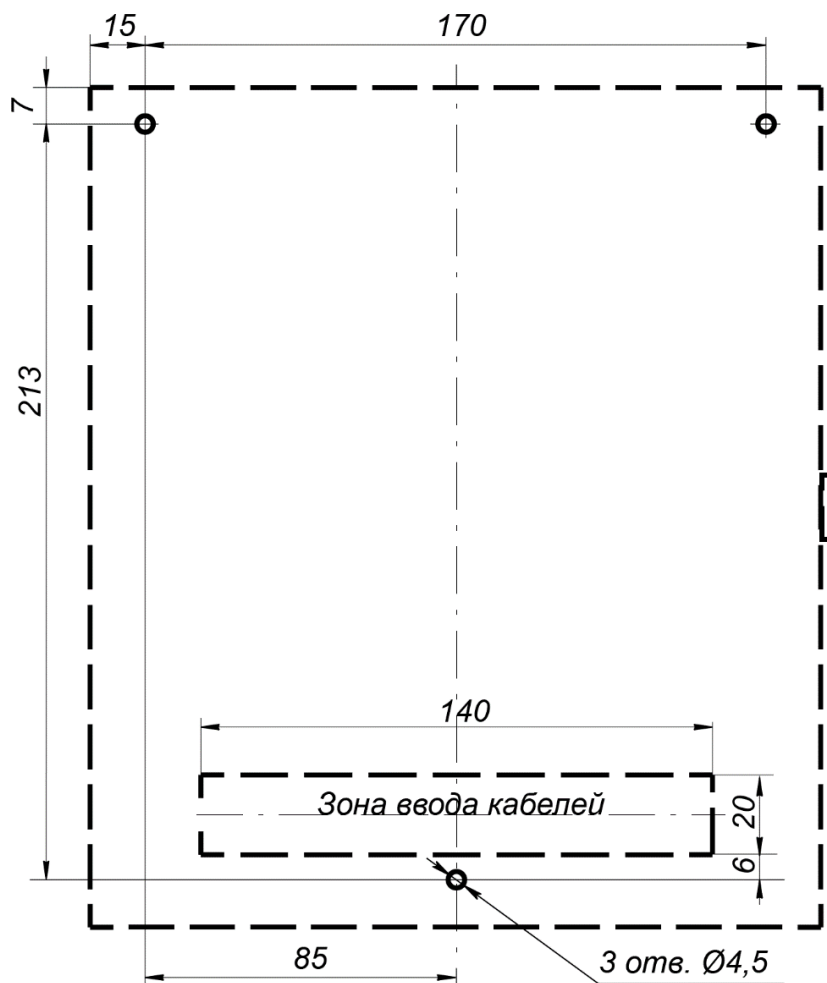

Рисунок 3. Разметка отверстий для монтажа контроллера
3. Произведите разметку и разделку отверстий на установочной поверхности для крепления корпуса контроллера и подводки кабелей согласно рис. 3. Осуществите прокладку кабелей связи, питания и *Ethernet* к месту установки контроллера.